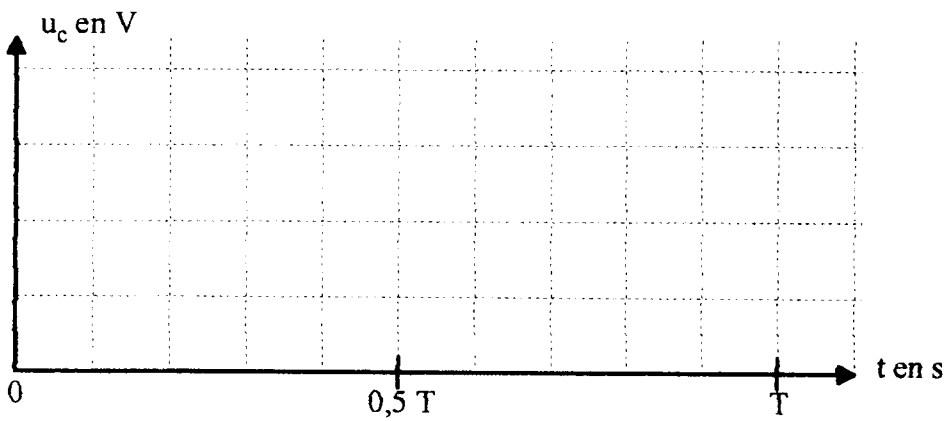
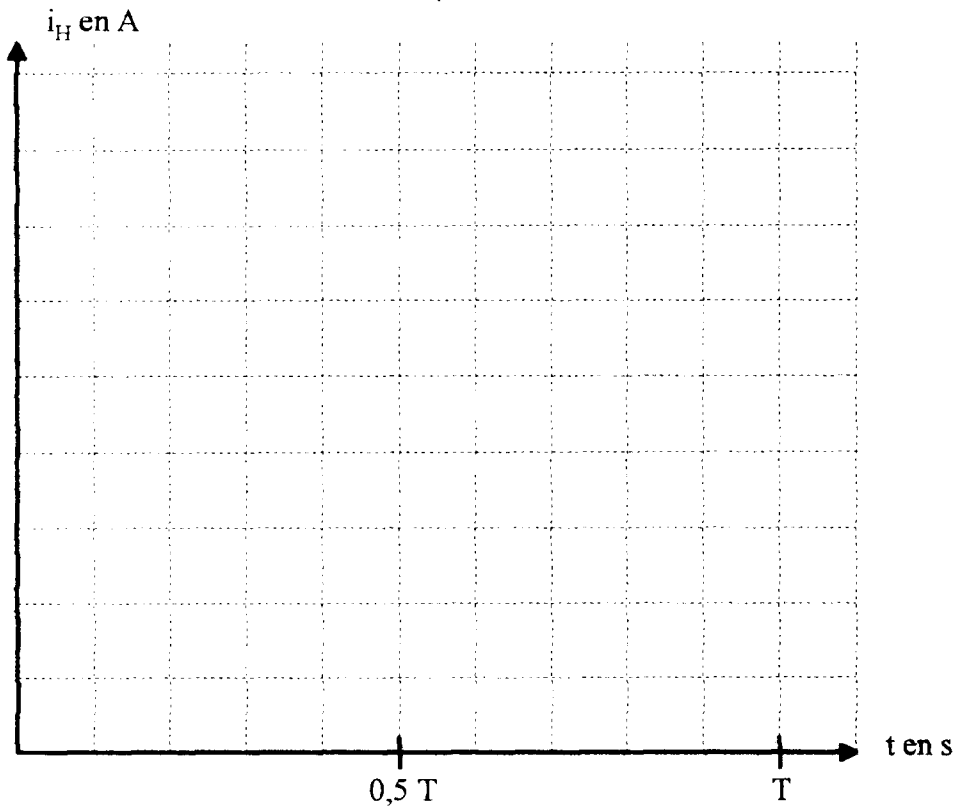

figure 8
figure 10
4. Pour $\alpha = 0,5$ tracer les graphes de $u_c(t)$ et $u_H(t)$ sur les figures 8 et 9 page 10 de la feuille-réponse n° 4, tracer les graphes de $i_d(t)$ et $i_H(t)$ sur les figures 10 et 11 page 11 de la feuille-réponse n° 5, $i_c(t)$ étant donné figure 4 page 5.